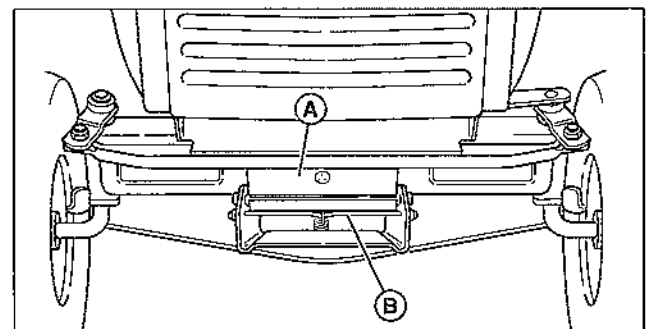

Figure 6. Attelage de la tondeuse
8. Diriger les roues tout droit. Tirer sur le levier à ressort (B, Figure 6) et dégager l'attelage de la tondeuse du support d'attelage du tracteur (A).
5. Pousser le levier à ressort (B, Figure 6) vers l'avant, accrocher l'attelage de la tondeuse sur le support du tracteur (A). Relâcher le levier à ressort afin de verrouiller l'attelage de la tondeuse sur le support du tracteur.